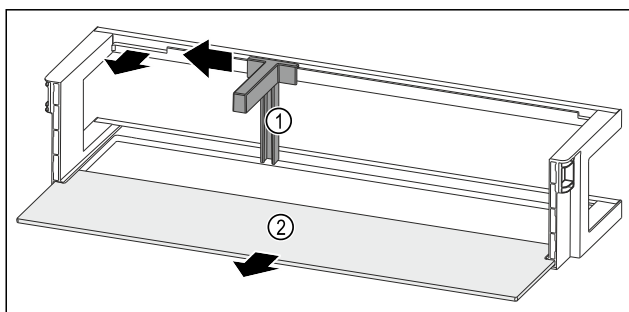

Fig. 133 Półka w drzwiach z uchwytem butelek i półką
- ▶ Przesunąć uchwyt butelek Fig. 133 (1) na bok do zagłębienia.
- ▶ Wyjąć uchwyt butelek Fig. 133 (1).
- ▶ Wyjąć półkę Fig. 133 (2).